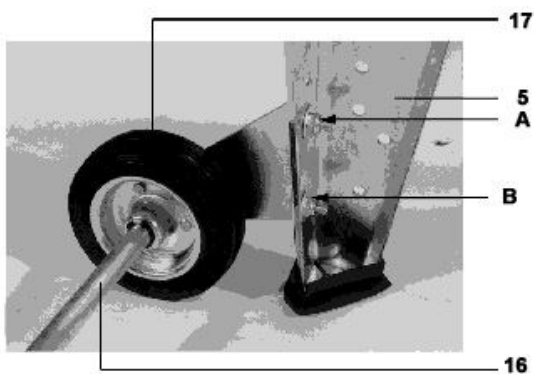

Fig. 13
- Puneți utilajul pe picioare. Reglați componentul 17 cu ajutorul componentului 16 astfel ca componentul 17 să ajungă până pe podea. Fixați șuruburile (v. fig. 13).